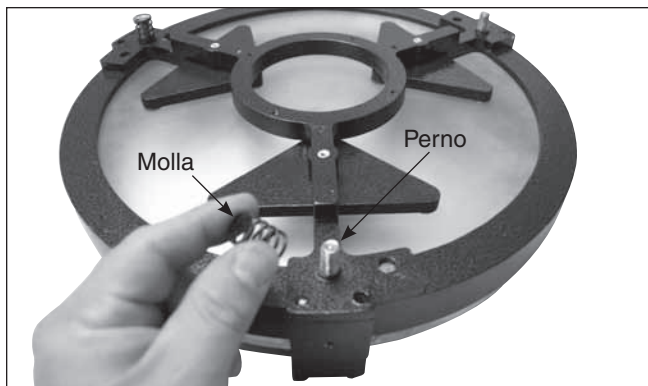

Figura 17. Posizionare le tre molle sui perni filettati esposti dell'alloggiamento dello specchio.
2. La fase successiva consiste nel montare l'alloggiamento dello specchio sull'anello di chiusura posteriore. Capovolgere l'alloggiamento in modo che lo specchio sia rivolto verso il basso su una superficie piana pulita. Posizionare le tre molle sui tre perni filettati esposti (Figura 17). Abbassare l'anello di chiusura sull'alloggiamento dello specchio, facendo passare i perni filettati attraverso, fino ad appoggiarlo sulle molle (Figura 18). Aggiungere una rondella in nylon a ciascuna manopola di collimazione e fare passare le manopole di collimazione attraverso l'anello di chiusura per avvitarle sui perni filettati (Figura 19). Assicurarsi di serrare le manopole di almeno tre giri completi sui perni. L'alloggiamento dello specchio è ora pronto per essere installato sulla sezione del tubo inferiore.